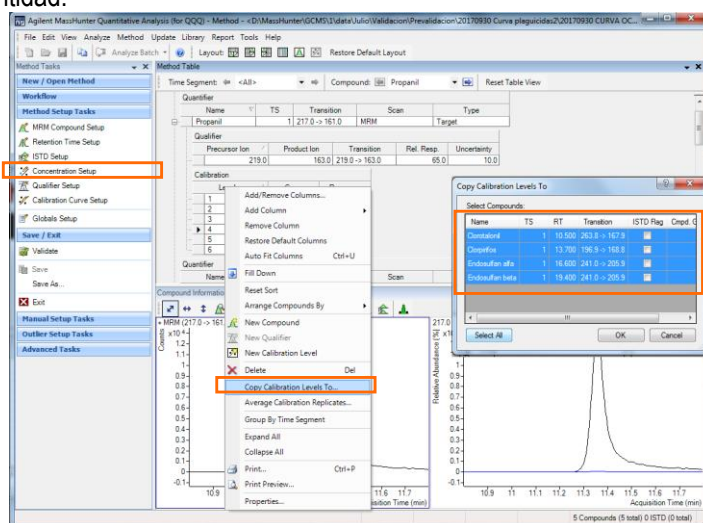

Figura 65. Copiar los niveles de concentración de calibración.
(V) Si las concentraciones de los niveles de calibración de todos los analitos son las mismas, puede copiar los datos para los demás compuestos. Vaya al menú de la ventana del **Method Table**, dar *click* derecho. Después seleccionar **Copy Calibration Levels To**, en seguida seleccionar los compuestos que desea que tengan la misma concentración en los niveles de calibración, dar *click* en OK, como se muestra en la **Figura 65**. **Nota:** si la cuantificación es realizada con ISTD, debo adicionar el mismo número de niveles de la curva, pero todos en la misma concentración, porque el ISDT es adicionado a la muestra y a todos los niveles de la curva en la misma cantidad.